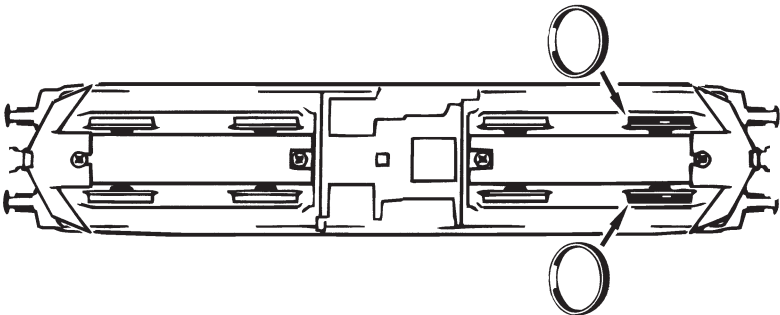

Fig. 8
4. Kohlebürstenwechsel: Lokgehäuse abnehmen (Fig. 3). Danach wird der Motor ausgebaut und die Kohlebürsten ausgewechselt (Fig. 8).
4. Carbon Brush Changing: First remove loco body (fig. 3), and then the motor (fig. 8).
4. Remplacement des balais du moteur: Démontez la caisse (fig. 3). Démontez ensuite le moteur et échangez le balais (fig. 8).